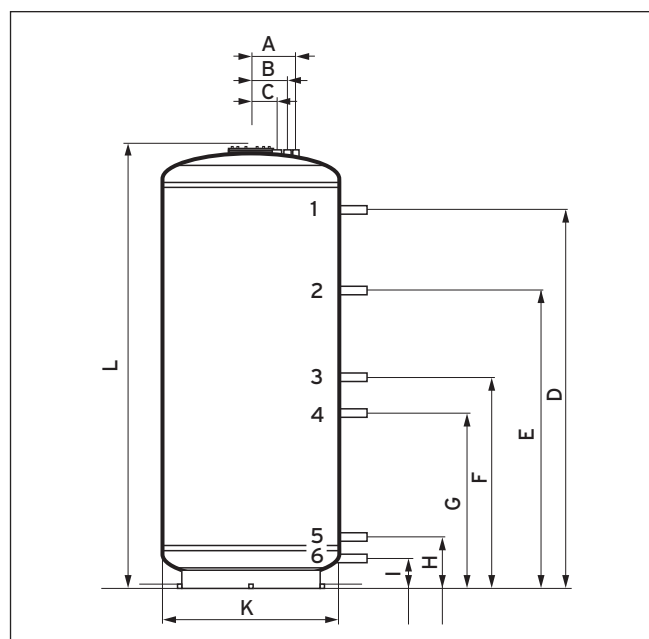

Fig. 4.1 Dimensions de raccordement du ballon combiné auroSTOR VPS SC 700
- Montez une pièce en T avec robinet à boisseau sphérique sur le raccord de l'entrée chauffage (**6**, fig. 4.1) pour pouvoir remplir ou vidanger le ballon.
- Montez la conduite pour l'entrée chauffage (**6**, fig. 4.1) sur le ballon combiné.
- Montez la conduite pour la sortie chauffage (**2**, fig. 4.1) sur le ballon combiné.
- Montez la conduite pour le départ solaire (**4**, fig. 4.1) sur le ballon combiné.
- Montez la conduite pour le retour solaire (**5**, fig. 4.1) sur le ballon combiné.